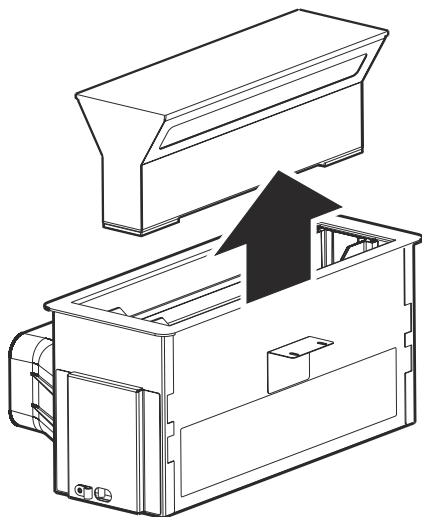

Fig. 3
1. Tryk ned på den hvide etikette midt på glasset, hvorefter glasset og belysningen vil blive skubbet op. Fjern nu hele delen (Fig. 3).